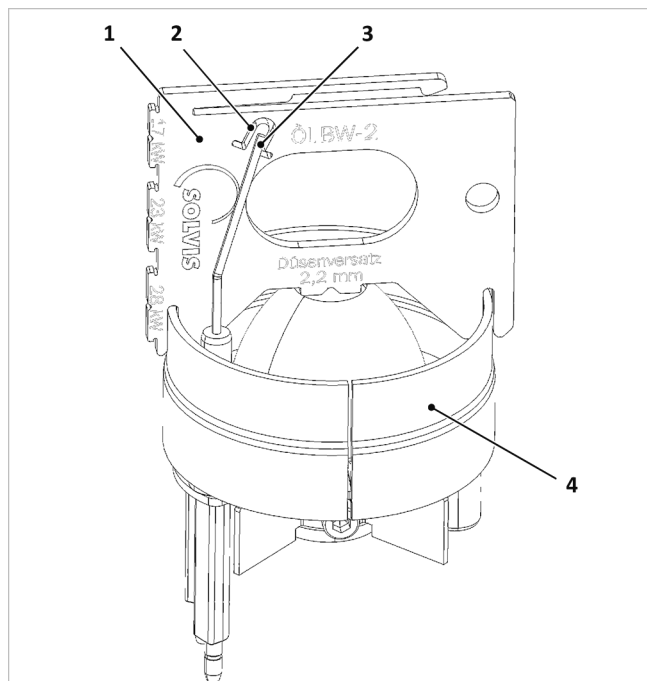

Abb. 124: Zündelectroden prüfen
1. Lage der Electroden (3) wie in → Abb. 124 gezeigt kontrollieren und ggf. durch Biegen korrigieren.
2. Mindestlänge kontrollieren. Das untere Ende des Kontrollfensters (2) der Einstelllehre gibt die Mindestlänge der Zündelectroden vor. Sind die Electroden nur noch geringfügig länger, sollten sie getauscht werden.